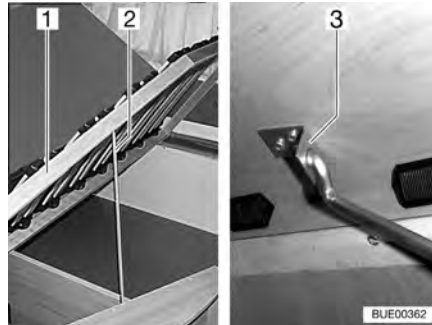

Bild 73 Fast säng
- Lyft ribbotten (Bild 73,1), lossa stången (Bild 73,2) ur fästet och stick in den i hållarens hål (Bild 73,3).
- Lyft ribbotten (Bild 73,1), lossa stången (Bild 73,2) ur hållaren (Bild 73,3) och stick in den i fästet.